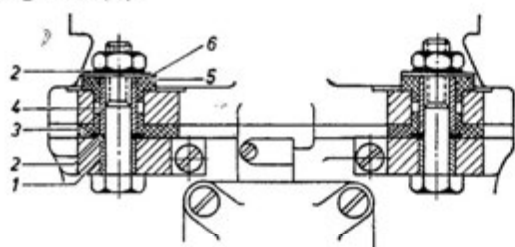

Fig. M 32/7
Non dimenticate le rosette elastiche(2) tra la flangia del carburatore e la flangia in gomma, **e soprattutto le bussole distanziali (4)**, che impediscono l'eccessivo serraggio e le conseguenti deformazioni di flange e condotti. (Fig. M 32/7).